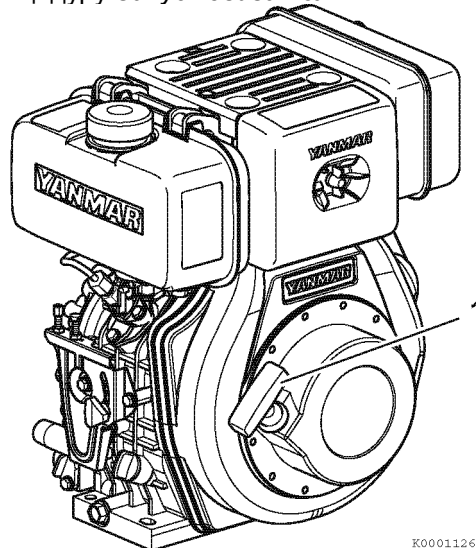

Рисунок 7
1. Взяться за ручку ручного стартера (позиция 1, Рисунок 7).
5. Взяться за ручку ручного стартера (позиция 1, Рисунок 7).
1. Взяться за ручку ручного стартера (**позиция 1, Рисунок 7**).